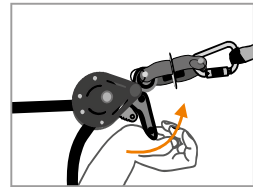

Fig 5
Montera ned livlinan genom att dra i kamspaken (4) (Bild 5). Lossa hela anordningen och packa ned den i dess ursprungliga väska.